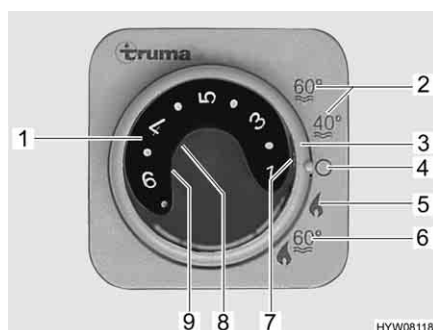

Fig. 106 Centralina di controllo per riscaldamento/boiler
- Impostare la modalità di funzionamento tramite l'interruttore girevole (Fig. 106,3).
A seconda della temperatura ambiente desiderata, il riscaldamento seleziona automaticamente il livello del bruciatore necessario. Al raggiungimento della temperatura ambiente desiderata, il bruciatore si spegne. Durante la modalità di funzionamento "Riscaldamento e boiler" (Fig. 106,6) è riscaldata anche l'acqua nel boiler. Nella modalità di funzionamento "Riscaldamento senza boiler" (Fig. 106,5) è possibile far funzionare il riscaldamento con il boiler vuoto.
- Impostare la manopola della temperatura (Fig. 106,1) sulla centralina di controllo scegliendo la potenza desiderata.
- Posizionare l'interruttore girevole (Fig. 106,3) su funzionamento invernale "Riscaldamento senza boiler" (Fig. 106,5) o "Riscaldamento e boiler" (Fig. 106,6).
Si accende la spia verde di controllo (Fig. 106,7).
- Posizionare l'interruttore girevole (Fig. 106,3) su "O" (Fig. 106,4).
La combinazione funzionamento a gas e funzionamento elettrico a 230 V diminuisce il tempo di riscaldamento del veicolo (è possibile solo se il riscaldamento viene impostato sulla centralina di controllo (Fig. 106) su funzionamento invernale).